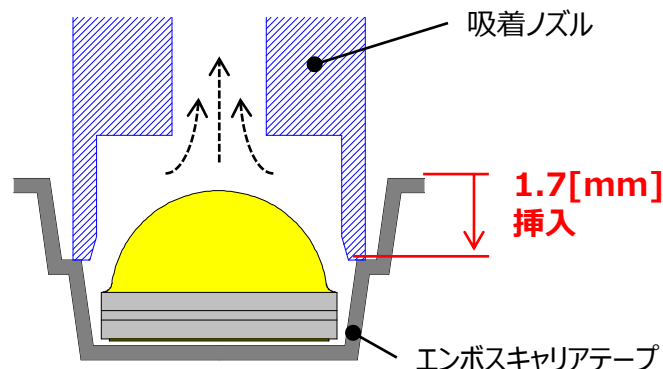

図6. 推奨吸着高さ
- 図6の位置まで吸着ノズルの先端を挿入した状態で吸い上げ吸着を行ってください。エンボスキャリアテープの上面を基準とした場合の挿入量は**1.7mm**となります。